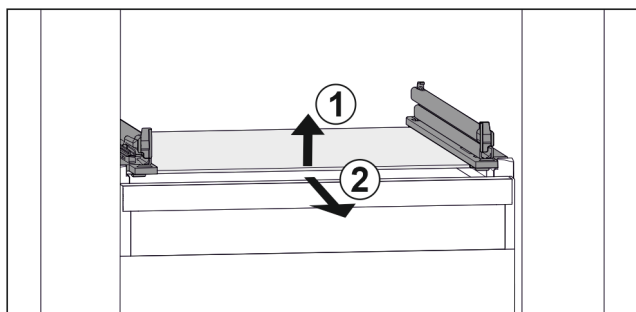

Fig. 118 Simbolična slika steklene plošče
- ▶ Stekleno ploščo dvignite v smeri naprej. Fig. 118 (1)
- ▶ Stekleno ploščo odstranite v smeri naprej. Fig. 118 (2)